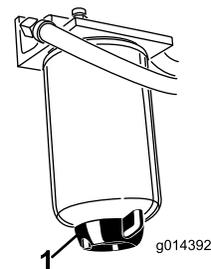

Figura 39
Spurgate ogni giorno l'acqua e altre sostanze contaminanti dal separatore di condensa (Figura 39). Sostituite la scatola del filtro ogni 400 ore di servizio.
2. Allentate il tappo di spurgo situato nella parte inferiore della scatola del filtro (Figura 39).